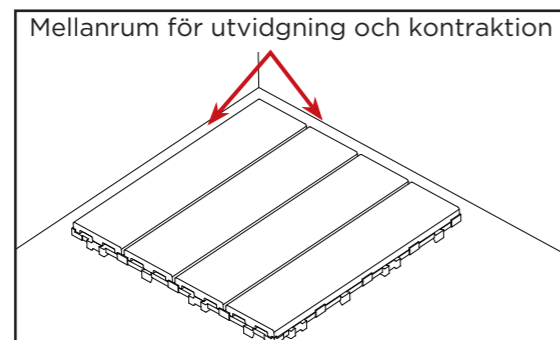

Bild 2
- 1 Lägga den första plattan i ett hörn längs kanten på den yta där du ska lägga trallen (se bild 2).